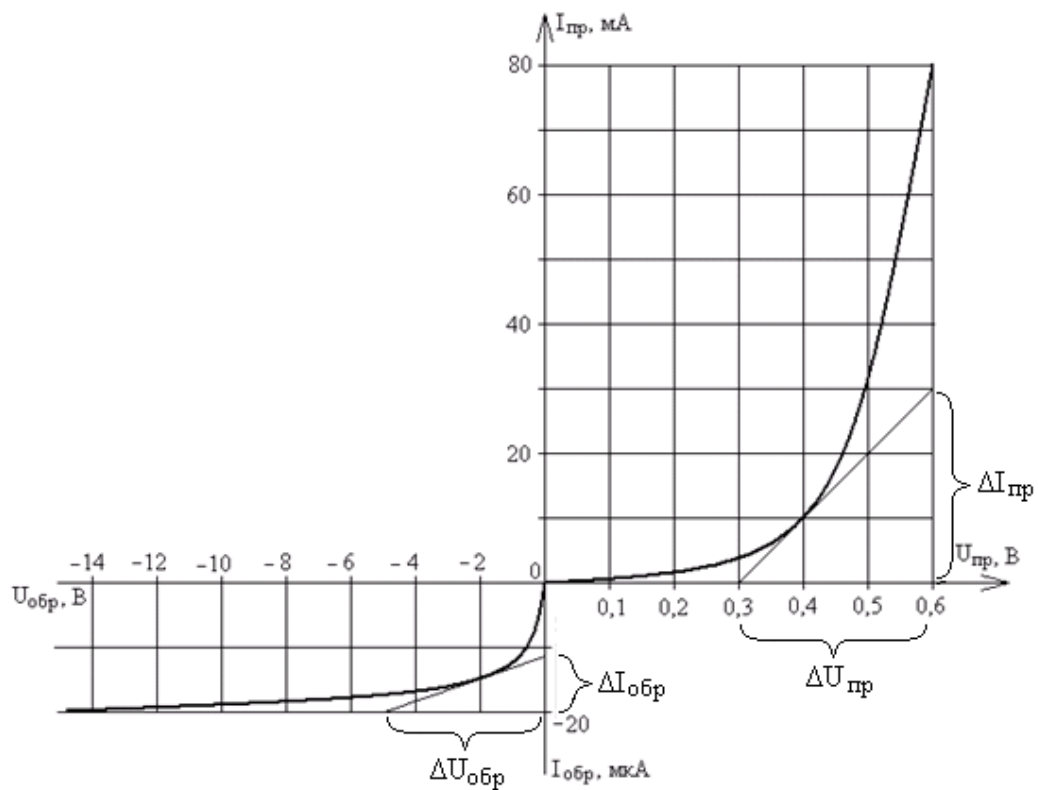

Рисунок 1.1 – Вольт-амперная характеристика
Задача 1.3 Пользуясь вольт-амперной характеристикой (ВАХ) диода (рисунок 1.1), определить дифференциальное сопротивление $r_{\text{диф}}$ и сопротивление постоянному току R_0 при напряжениях $U = (0,1 + 0,05 \cdot n)$ В и $(-6 + 0,5 \cdot n)$ В.
1. Начертить график ВАХ (рисунок 1.1). Провести касательные к графику в точках, соответствующих заданным напряжениям.